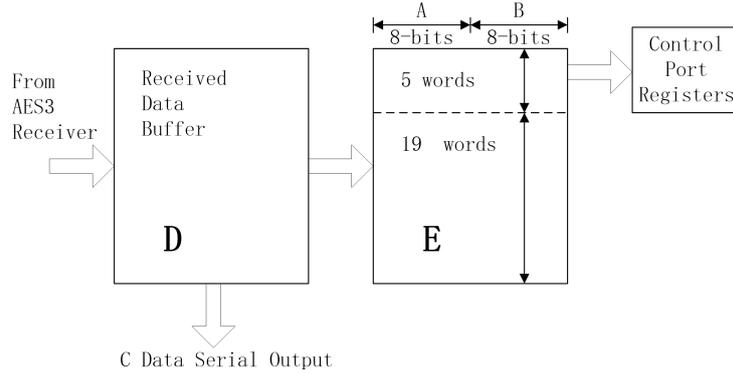

图 21.通道状态数据缓冲器结构
16.1 AES3 通道状态位 (C) 处理
GC8416 包含足够的 RAM 以存储 A、B 通道的前 5 个字节 ($5 \times 2 \times 8 = 80$ bits)。用户可以通过控制端口读取 RAM 的数据。如图 21 所示，缓冲电路包括两个缓冲器 D 和 E。每个字节的最高有效位代表串行 C 数据流中的第一位。例如，字节 0 的最高有效位（寄存器地址 19h）是通道状态块 A 的消费者/专家位。第一个缓冲器 (D) 接收来自 AES 接收器的输入的 C 数据。第二个缓冲器 (E) 接收来自 D 缓冲器中的完整数据块。E 缓冲器也可以通过控制端口读取 C 数据的前 5 的字节。完整的 C 数据可通过硬件模式的 C 管脚和软件模式的 GPO 管脚获得。C 数据在 OLRCK 的上升沿和下降沿从 GC8416 串行输出。